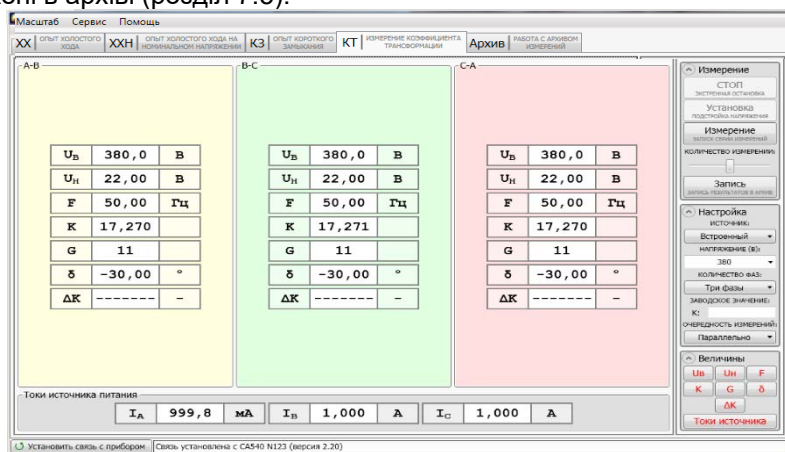

Рисунок 7.27
12) Виконати вимірювання, для чого клацнути по кнопці . На екрані в таблицях "A-B", "B-C", "C-A" (при перевірці однофазного трансформатора – в таблиці "A-B") з'являться результати вимірювань (рисунок 7.27).
10) Якщо в п. 3 цього розділу вибрано "Внешний" (нерегульоване джерело), після завершення вимірювання на екрані в таблицях "А-В", "В-С", "С-А" при перевірці трифазного трансформатора (рисунок 7.27) або в таблиці "А-В" при перевірці однофазного трансформатора з'являться результати вимірювань.